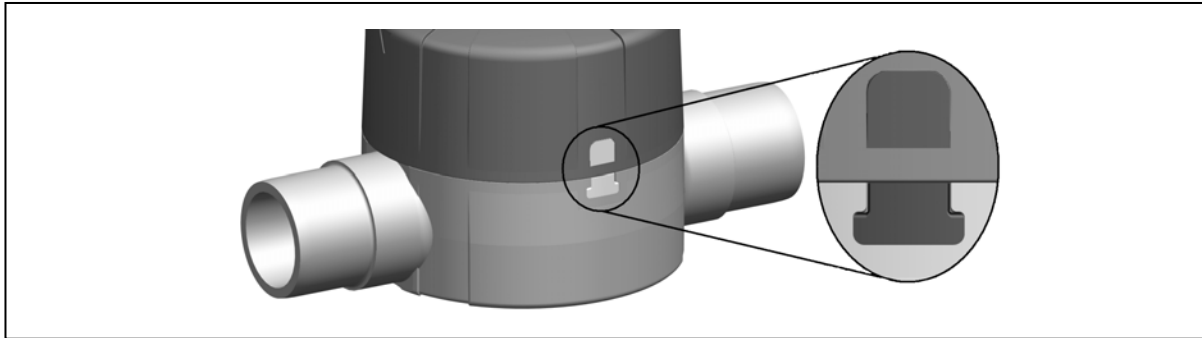

Abb. 16
- und der halbrunde Indikator an Gehäusemutter mit dem Rasterelement am Ventilkörper fluchtet, siehe Abb. 16